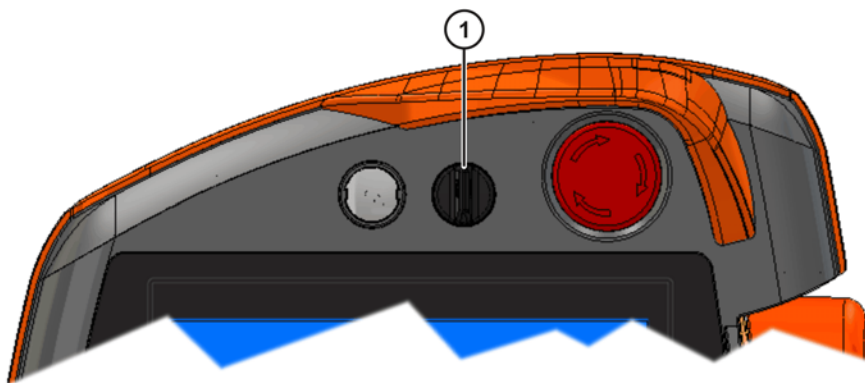

Fig. 1-1: Interruptor de llave
3. Poner el interruptor de llave (>>> Fig. 1-1) en la posición **Servicio** (símbolo: candado abierto).